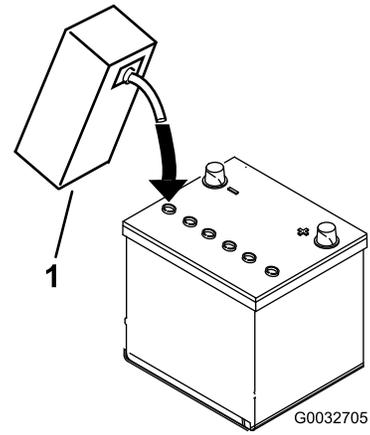

图 8
3. 小心为每个电池注入电解液直到电池极板被大约 6mm 的液体覆盖图 8。
4. 等待约 20 至 30 分钟以便电解液渗透到极板内。必要时加注电解液使电解液保持在加注井底部约 6mm 范围内图 8。